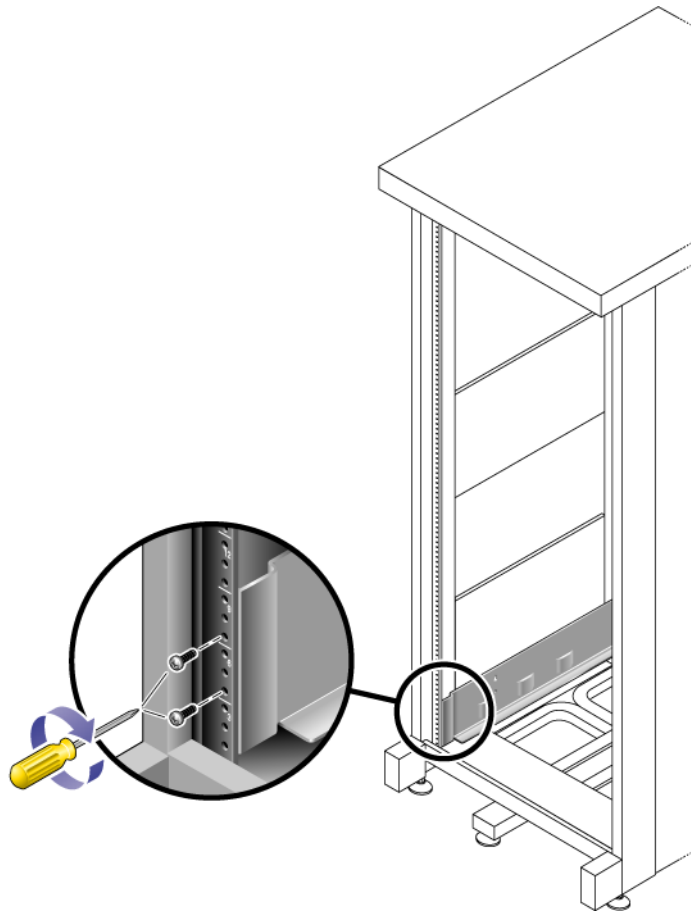

図 2-16 キヤビネット正面への左側レールの固定
- b. プラスのねじ回し (Phillips の 2 番) を使用して 2 本の 8-32 ねじを差し込んで締め付け、レールをキャビネットの正面に固定します (図 2-16)。